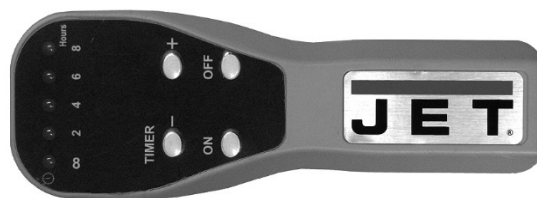

Abbildung 16
Zum Löschen der Werte der Fernsteuerung die Rücksetztaste Resete (C, Abb. 16) 3 Sekunden lang drücken, bis der Empfänger 3-mal piept.
22. Die Rücksetztaste Resete (C, Abb. 16) 1 Sekunde lang drücken, bis der Empfänger 1-mal piept.
24. Die Rücksetztaste Resete (C) 3 Sekunden lang drücken, bis der Empfänger 3-mal piept.